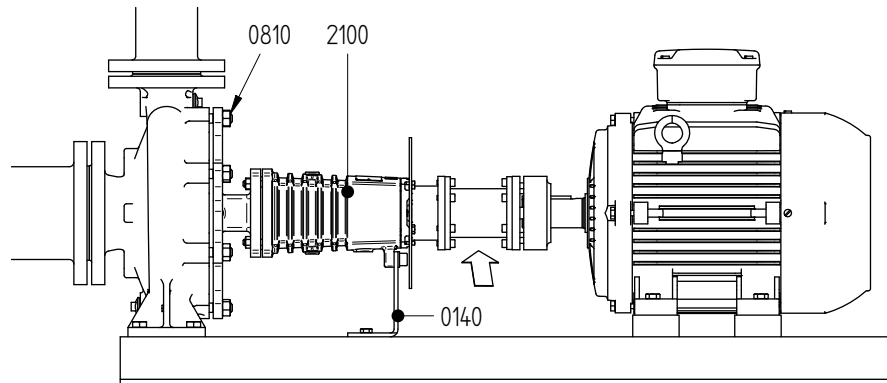

Figura 7: Principio de desmontaje por el lado de accionamiento.
- 2 Desmonte el pie soporte (0140) de la placa base. Consulte figura 7.